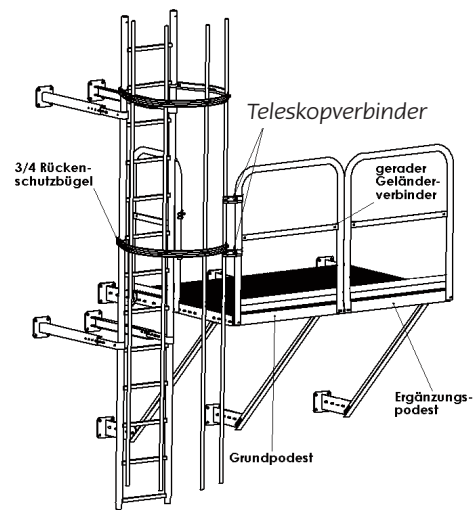

Abb. 9
**2.2.2 Grundpodest und Ergänzungspodest haben die gleiche Tiefe (Abb. 9)**
Die Geländer werden mit einem geraden Geländerverbinder miteinander verschraubt (Abb.9).
Die Montage beginnt an dem Grundpodest. Die Geländersegmente werden mit Schrauben (Abb. 9), die durch das angeschweißte U-Profil im Geländerrohr gesteckt werden, befestigt. Folgt ein Ergänzungspodest, so ist das Geländer mit dem geraden Geländerverbinder auf Höhe der Knieleiste zu verbinden.
Zwischen Podestgeländer und Rückenschutzkorb sind zwei Teleskopverbinder in der Höhe der Knieleiste und dem Handlauf zu montieren (Abb. 9). Diese sind nach den örtlichen Gegebenheiten bauseits abzu-bohren und zu montieren.